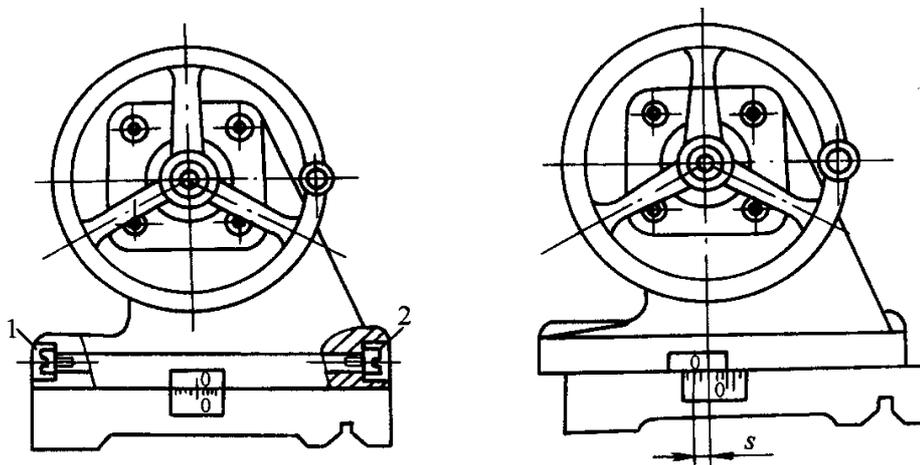

图 c-51 用尾座刻度偏移尾座的方法
1) 用尾座的刻度偏移尾座偏移时, 先松开尾座紧固螺母。然后用六角扳手转动尾座上层两侧螺钉 1、2 (根据正、倒锥确定向里或向外偏移), 按尾座刻度把尾座上层移动一个 S 距离。然后拧紧尾座紧固螺母, 如图 c-51 所示。这种方法比较方便, 一般尾座上有刻度的车床都可以采用。